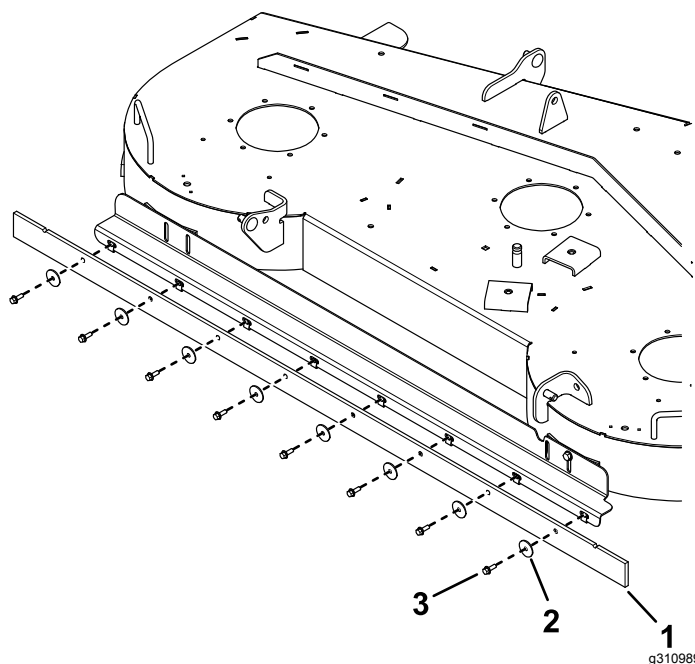

Figura 6
7. Instale la rasqueta en el soporte con 8 pernos y 8 arandelas (Figura 6).